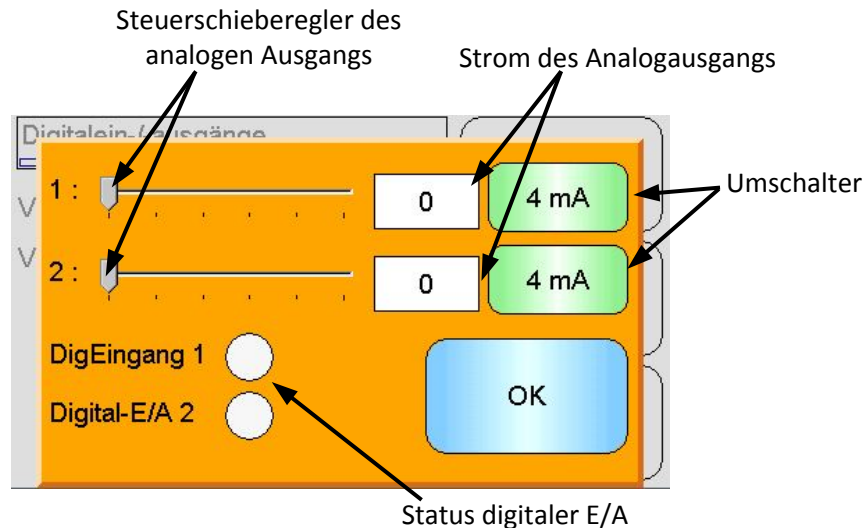

Abbildung 29: E/A-Testbildschirm
**E./A. testen:** Zugriff auf den E/A-Testbildschirm (siehe E/A-Testbildschirm, Abbildung 29)